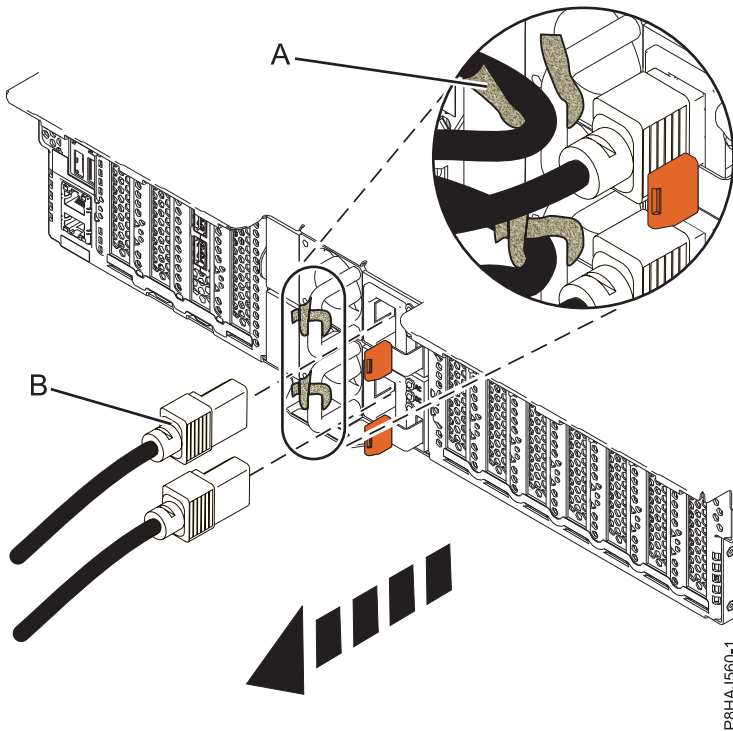
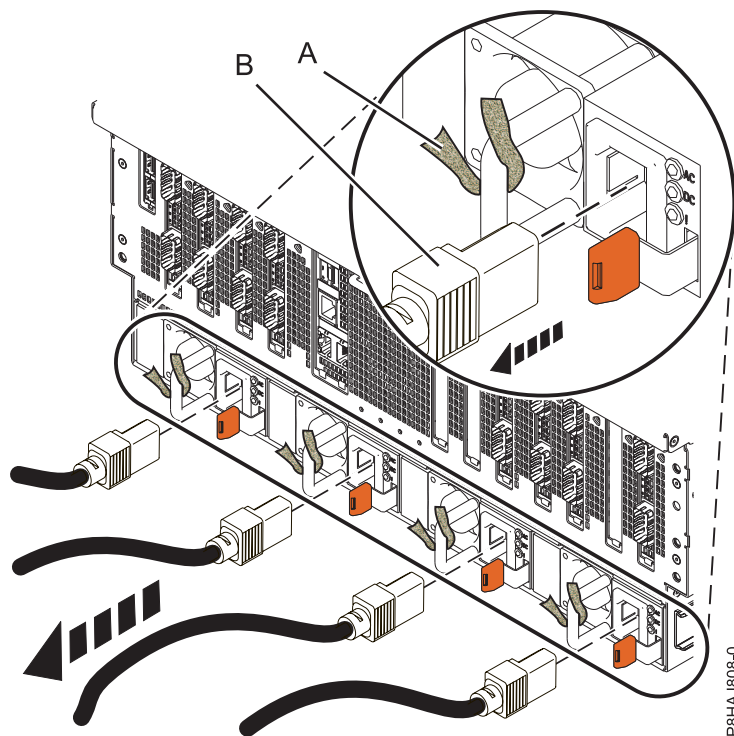

Abbildung 47. Netzkabel von einem System vom Typ 5148-21L, 5148-22L, 8247-21L, 8247-22L, 8284-21A oder 8284-22A abziehen
Abbildung 48. Netzkabel von einem System vom Typ 8408-44E oder 8408-E8E abziehen
- Ziehen Sie die Netzkabel (**B**) von der Systemeinheit ab. Siehe Abbildung Abb. 46 auf Seite 100, Abb. 47 auf Seite 100 oder Abb. 48 auf Seite 101 (abhängig von Ihrem Systemtyp).
- Das Netzkabel ist mit dem Klettverschluss (A) am System befestigt. Wenn Sie das System nach dem Trennen der Netzkabel in die Serviceposition bringen, müssen Sie sicherstellen, dass der Klettverschluss geöffnet ist.